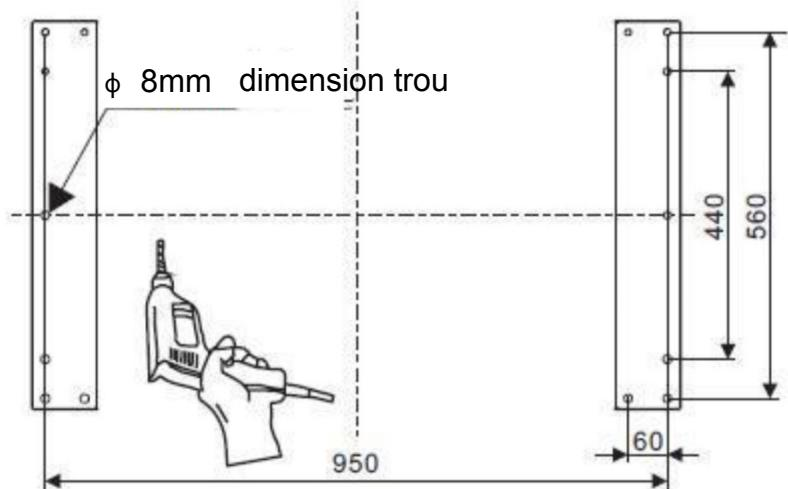

Fig. 2
3. Positionnez la plaque suspendue au plafond et marquez la position des trous des vis (cf. fig. 2). Percez 14 trous de 8mm de diamètre dans le plafond et fixez solidement 2 plaques suspendues au plafond avec 14 vis à expansion (ou 14 vis taraudeuses ST6x40mm et chevilles) Cf. fig. 3.